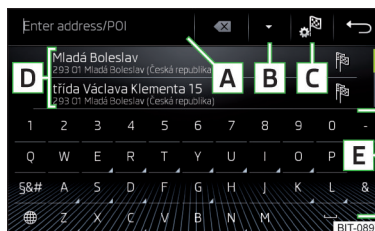
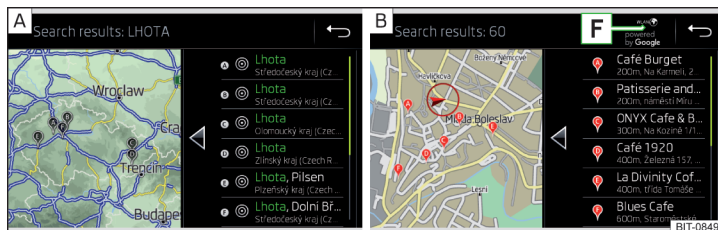

Fig. 212
Fig. 213 **Lista de los destinos solicitados: en los datos de navegación / online**
Superficies funcionales » fig. 212 y » fig. 213
En el área **D** » fig. 212 se muestra una lista de los destinos solicitados.
- **o**: pulsar la superficie funcional **B** » fig. 212.
-  Los destinos solicitados en los datos de navegación » fig. 213 - **A**.
-  Los destinos solicitados online » fig. 213 - **B**.